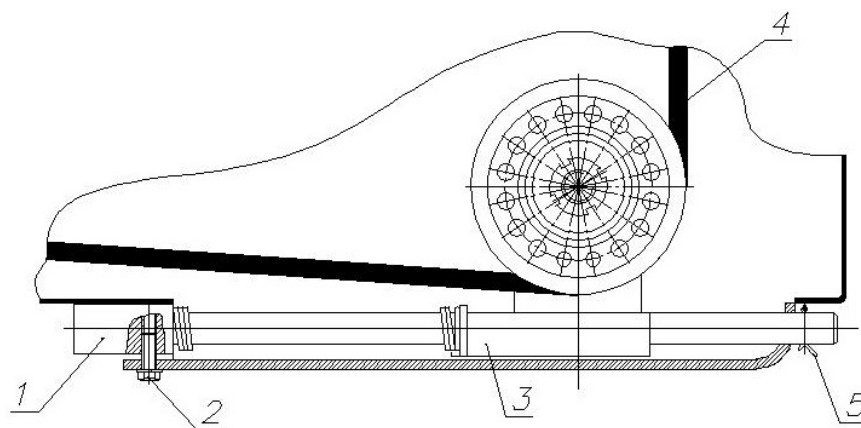
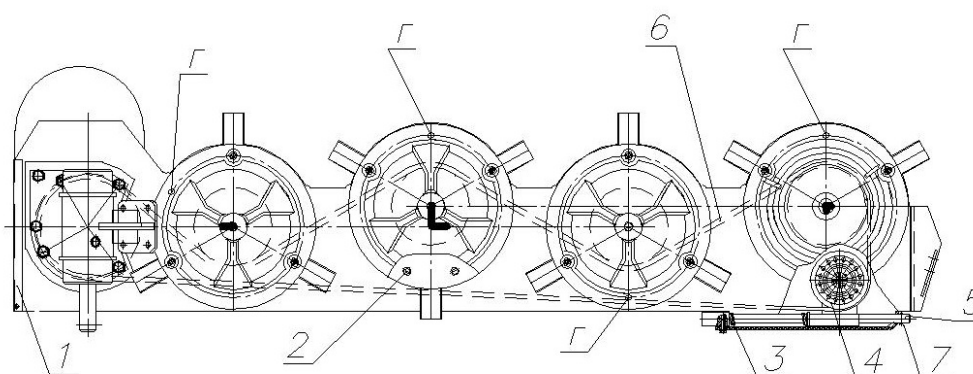

Рис.11
Рис.12
5.3. Натяжение шестигранного ремня поз.4 (рис.11) привода роторов отрегулировано на заводе изготовителе.
5.4.1. отвернуть стопорный болт поз.2, переместить кронштейн пружины поз.1 на одно отверстие. Завернуть стопорный болт поз.2. В дальнейшем проверку натяжения ремня производить путем приложения усилия к любому ротору в точке Г согласно рис.12.
Замена шестигранного ремня привода роторов.(см. Рис.11 и Рис.12).
- ослабить ремень, освободив кронштейн пружины 1 из натяжника в сборе 3, предварительно отвернув стопорный болт 2 (Рис.11) и вынув шплинт 5;
- снять торцевую крышку 1 и задвижку с нижней поверхности режущего бруса (Рис.11);
- совместить отверстия Г с каждым болтом крепления диска ротора, отвернуть болты. (Рис.12);
- снять 1-й, 2-й, 3-й и 4-й роторы, отвернув по шесть болтов-2 (Рис.12);